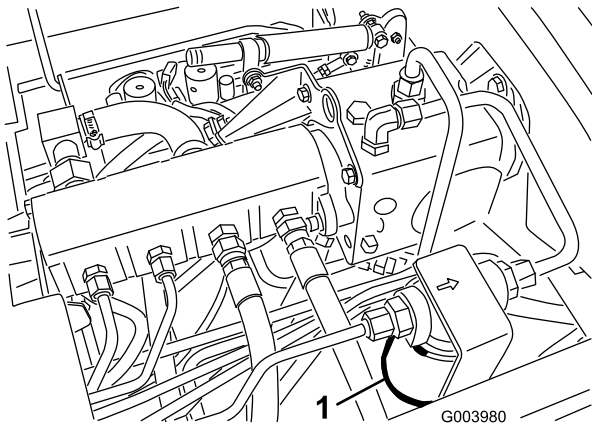
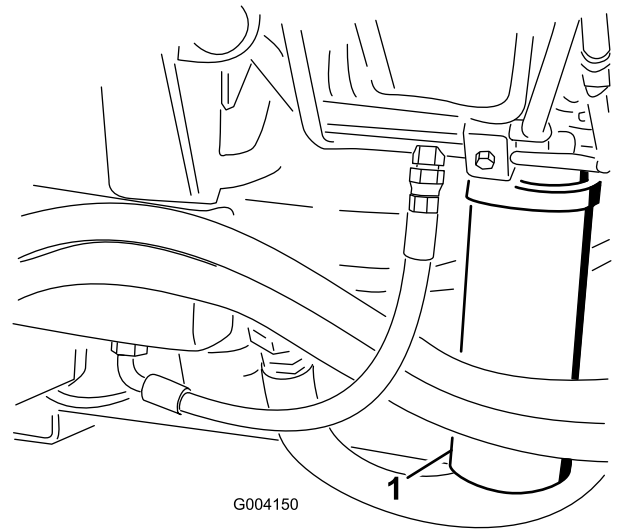

Figure 69
Figure 70
2. Nettoyez la surface autour de la zone de montage du filtre et placez un bac de vidange sous le filtre (Figure 69) et (Figure 70).